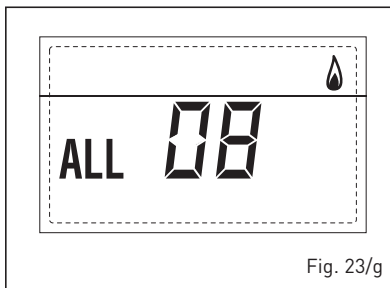

Fig. 23/g
**- ANOMALIA CIRCULAÇÃO ÁGUA "ALL 09" (fig. 23/h)**